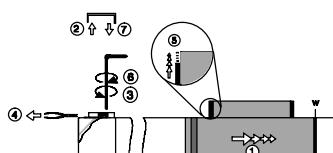

Fig. 56
2. Rimuovere la calotta protettiva (se presente) sul lato opposto (vedi fig. 56).